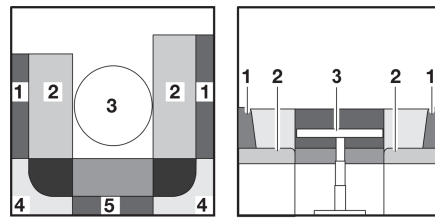

Fig. 69 Avant la transformation
- Convertir la table (Fig. 69,3) en sommier de lit (voir paragraphe 7.8).